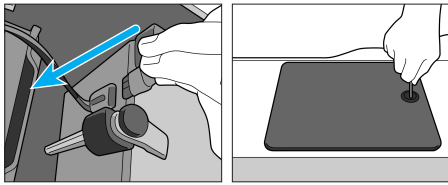

Abb. 4 Abb. 5
5. Den mitgelieferten Akkuanschluss einstecken (Abb. 4).